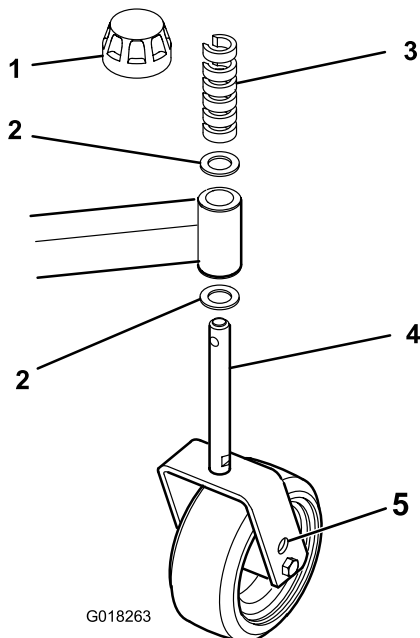

Figura 18
- Ajuste los suplementos de los brazos de las ruedas giratorias delanteras o traseras hasta obtener la inclinación de la unidad de corte (Figura 18).